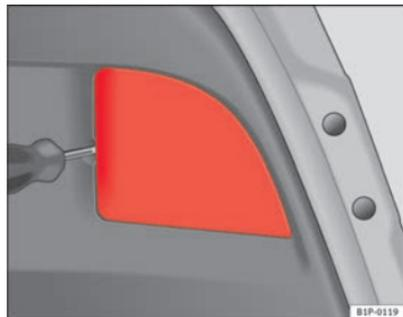

Fig. 173 Luces en el portón
- Retire la tapa con ayuda de un destornillador ⇒ fig. 173.